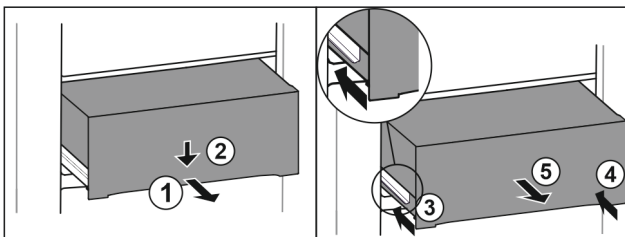

Fig. 81
- ▶ Lade er half uittrekken. Fig. 81 (1)
- ▶ Schuiflade aan de voorzijde omlaag drukken. Fig. 81 (2)
- ▶ Linker rail ca. 2 cm inschuiven. Fig. 81 (3)
- ▶ Rechter rail ca. 2 cm inschuiven. Fig. 81 (4)
- ▶ Lade naar voren toe verwijderen. Fig. 81 (5)